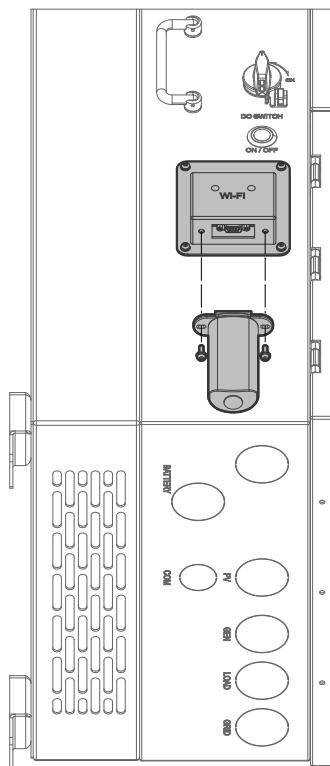

Figura 41: Conectando el Dongle Wi-Fi al Sol-Ark 15K-2P-N
- C. Ensamblar la carcasa y conectar el dongle al Sol-Ark. Asegurar con tornillos (véase la figura 41). Se observará una luz roja sólida y posteriormente una luz verde después de un par de minutos.